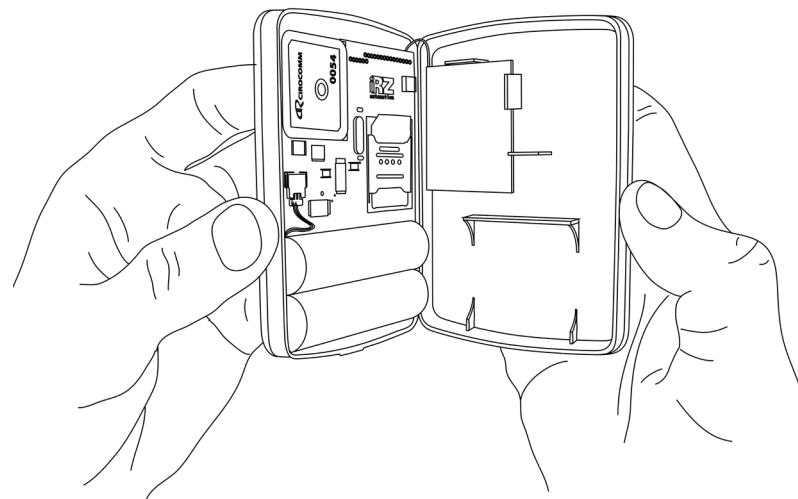

рис. 11
3.6. Поместить GSM-антенну в специальные пазы в корпусе (см. рис. 11).